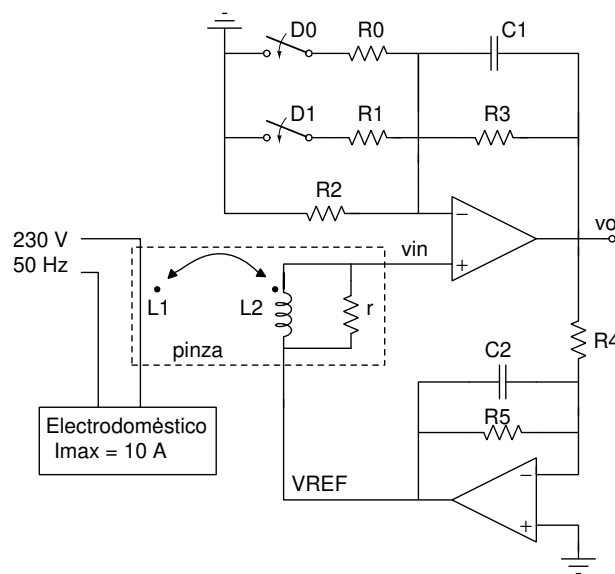

Figura 9. Circuito de acondicionamiento V/I completo.
1. Implementar el circuito de la Figura 9 en *LTSpice*, integrando los bloques de las partes anteriores.
1. Identificar las dificultades de realizar medidas al circuito de la figura 9 utilizando directamente la AD2. ¿Qué rol cumple el circuito de test? Considerar $R6 = R7 = 10k\Omega$.